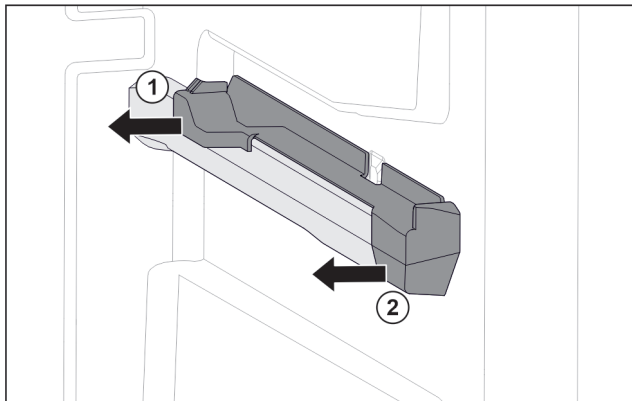

Fig. 125 Elemento inseribile sulla nervatura destra del contenitore
- Estrarre l'elemento inseribile dal lato posteriore di lato. Fig. 125 (1)
- Estrarre l'elemento inseribile dal lato anteriore di lato. Fig. 125 (2)